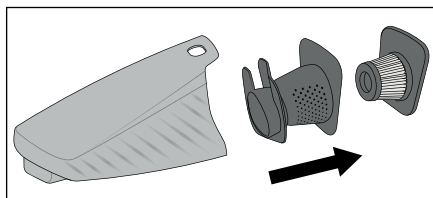

Fig. 4
- Commencez par sortir le filtre EPA 5 et ensuite le filtre grossier hors du bac à poussière (fig. 4). Tapotez ces deux pièces au-dessus d'une poubelle ou similaire. Si nécessaire, vous pouvez rincer le filtre EPA 5 à l'eau claire. Ensuite, laissez-le sécher entièrement à l'air.